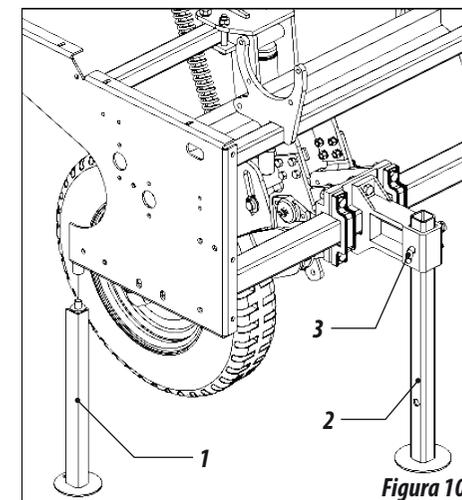

Figura 10
- 01 - Para efetuar novos espaçamentos entre linhas, levante a semeadora através do acionamento do pistão. Coloque o suporte de apoio traseiro (1) abaixo do suporte de apoio (2) travando com o pino (3). **Figura 10.**